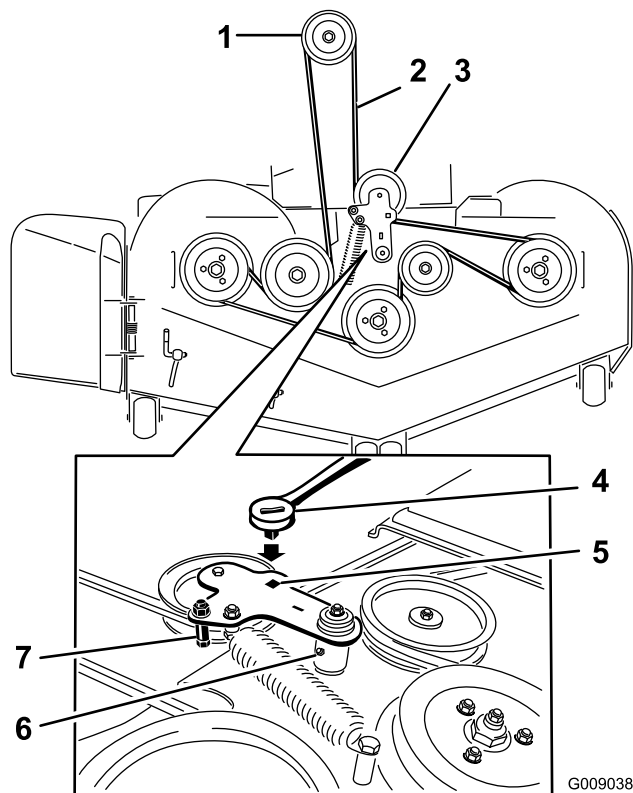

Figure 74
5. Insérez un rochet dans le trou carré du bras de la poulie de tension pour détendre le ressort de la poulie de tension (Figure 74).
7. Enlevez le guide de courroie situé sur le bras de la poulie de tension appelée par ressort (voir Figure 74).
- Acheminez la courroie neuve autour des poulies du tablier de coupe et de la poulie d'embrayage, sous le moteur (Figure 74).
10. Montez le guide de courroie sur le bras de la poulie de tension (voir Figure 74).
11. Insérez le rochet dans le trou carré et montez le ressort de la poulie de tension (Figure 74).